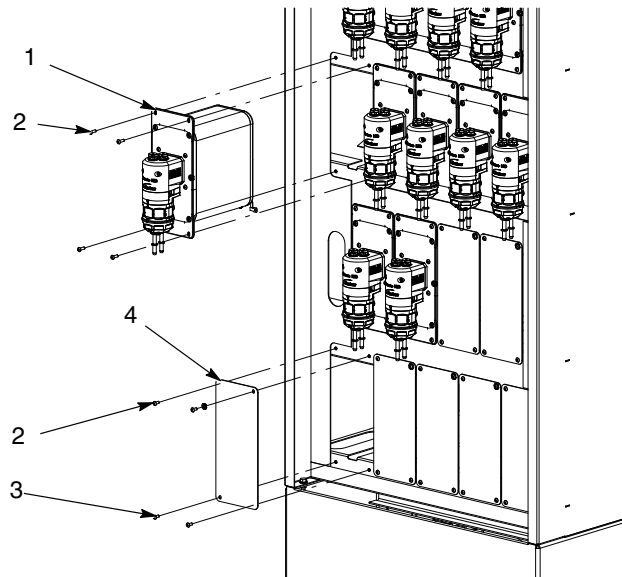

Figure 7 Installation/remplacement d'un module de pompe
1. Voir la Figure 7. Débrancher d'abord tous les tuyaux et les câbles de l'arrière du module.
2. Retirer les vis à six pans creux (1) et tirer le module de pompe (2) hors de l'espace utilisé sur l'armoire de pompe (3).
1. Voir la Figure 7. Retirer la plaque de protection (4) en retirant les quatre vis à tête bombée (2) et une rondelle éventail incurvée (3) derrière la vis à six pans creux dans le coin supérieur droit. Mettre les vis à six pans creux existantes de côté, elles seront utilisées pour fixer le module de pompe supplémentaire.
2. Installer le module de pompe (1) supplémentaire à la place de la plaque de protection. Fixer solidement le module de pompe avec les vis à six pans creux mises de côté précédemment.